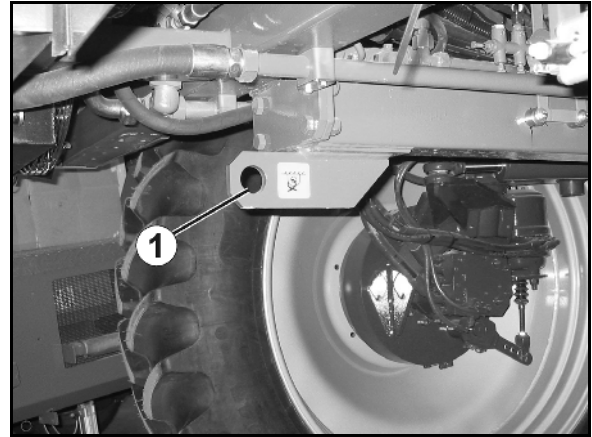

Bild 3
- 1 surrningspunkt framtill (Bild 3/1)